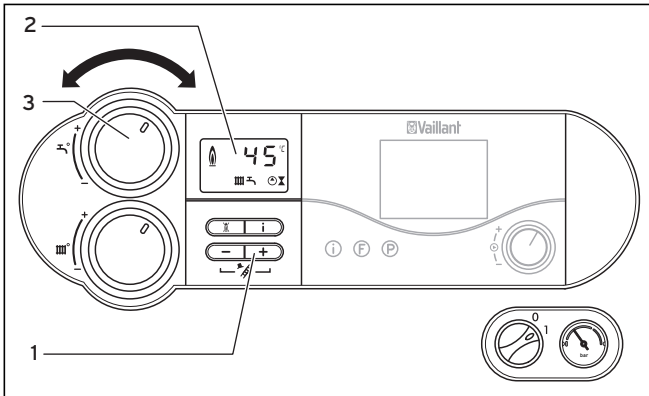

Bild 4.6 Ställa in varmvattentemperaturen
Under beredarladdningen blinkar symbolen C på displayen (2), se bild 4.6.
- Vrid ratten (3) helt till vänster för att ställa in varmvattentemperaturen, se bild 4.6. Solenergifunktionen deaktiveras och varmvattenberedaren skyddas nu av en frotskyddsfunktion.